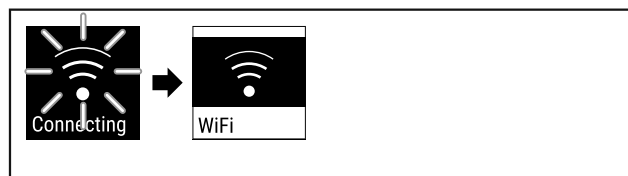

Fig. 86
- ▶ Anslutningen upprättas (se Fig. 86).